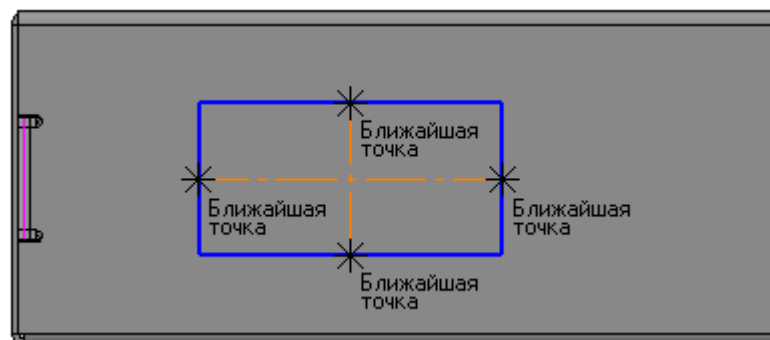

Рисунок 49.
- С помощью привязки Ближайшая точка постройте на прямоугольнике две осевые линии (рис. 49).